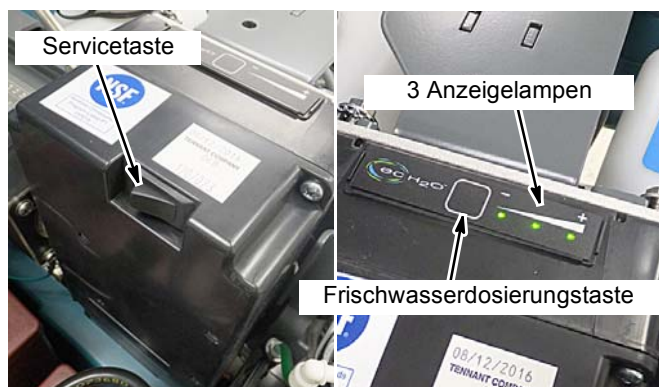

ABB. 138
- b. Halten Sie den ec-H2O-Modulschalter für 10 Sekunden lang gedrückt. Wenn die Taste gelöst wird, bewegen sich die drei Dosierungsanzeigelampen (abwechselnd) vor und zurück (Abbildung 138).
- c. Innerhalb von 5 Sekunden nach dem Lösen der Taste und während die drei Dosierungsanzeigelampen sich vor und zurück bewegen, müssen Sie schnell die Taste der Frischwasserdosierung auf dem ec-H2O-Modul drücken und loslassen (Abbildung 138). Die drei Anzeigelampen blinken dann dreimal, um anzuzeigen, dass der Timer zurückgestellt wurde. Wiederholen Sie den Vorgang, wenn die drei Dosierungsanzeigelampen nicht dreimal blinken.